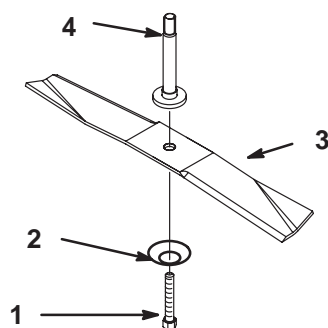

Figure 24
3. Enlevez le boulon, la rondelle bombée et la lame (Fig. 24). Pour enlever le boulon, bloquez éventuellement la lame en introduisant une cale en bois entre la lame et le carter de tondeuse.